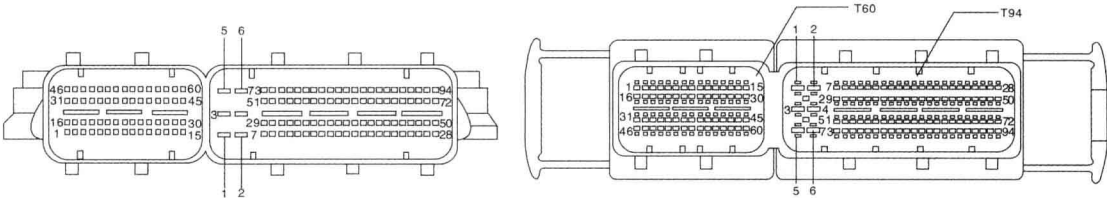

图 1-1-1 2.0L BPJ 发动机电控单元
(1) 发动机电控单元 T94a 如图 1-1-1 所示，其针脚功能表见表 1-1-1。
(2) 发动机电控单元 T60a 如图 1-1-1 所示, 其针脚功能表见表 1-1-2。
(1) 发动机电控单元 T94a 如图 1-1-1 所示, 针脚功能表见表 1-1-3。